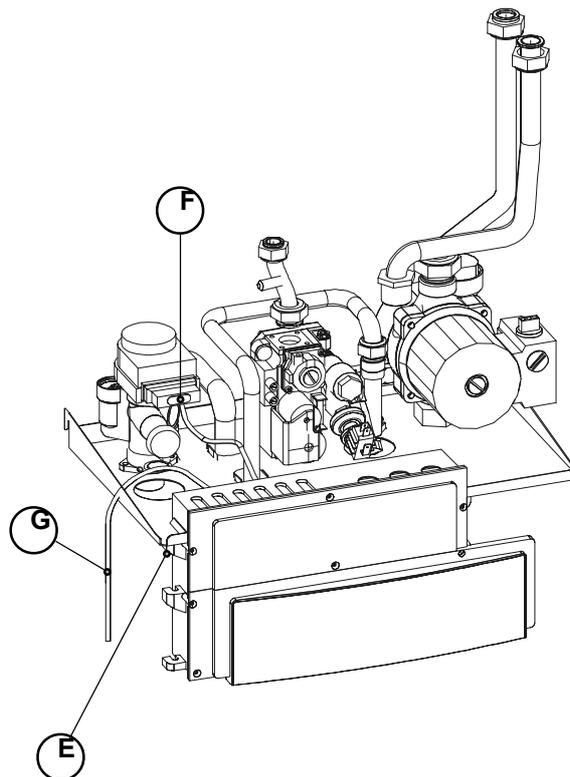

Рис. 35 Переоборудование для подключения бака горячей воды
- Удалить с 1-ой по 6-ую детали (рис. 35, поз. А, стр. 39) и установить детали 1 - 6 комплекта для переоборудования (рис. 35, поз. В, стр. 39).
- Соединить электрический провод исполнительного органа трехходового клапана со штекером монтажной полки (см. деталь **F** на рис. 35, **поз. В**, стр. 39).
- Соединить кабель датчика температуры горячей воды на монтажной полке (цвет синий - коричневый, см. деталь **G** на рис. 35, **поз. В**, стр. 39) с кабелем датчика температуры горячей воды комплекта для переоборудования (он должен находиться в обшивке внешнего бака горячей воды). Для этого имеются 2 соединительные детали в комплекте для переоборудования.